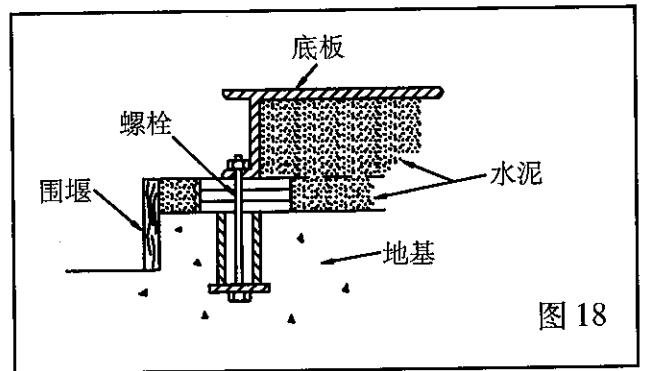

图 18
5. 用水泥填满底板的其余空间, 注意排除空气(图 18)。